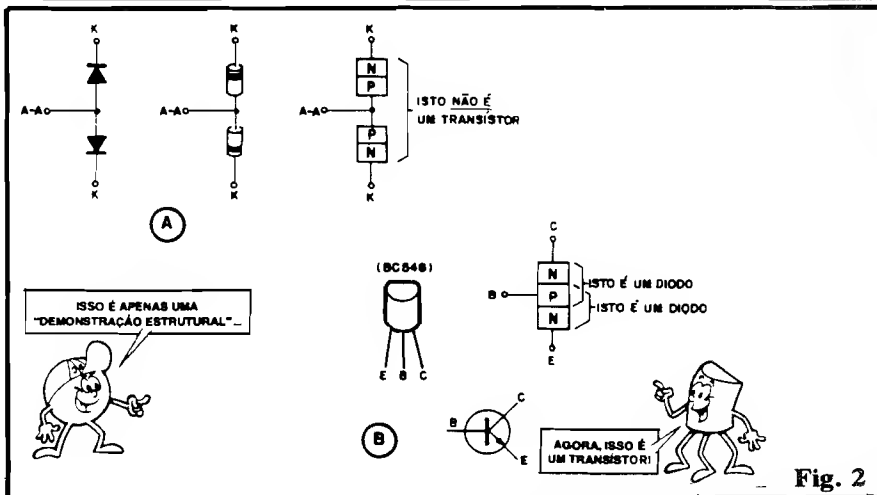

Fig. 2
lar comum, na forma de "dois diodos", obedece apenas uma visão das junções semicondutores "uma a uma", e **nunca** a uma interpretação **total** dos blocos semicondutores do transistor, trabalhando em conjunto. Na fig. 2-A temos o "truque" interpretativo da estrutura interna do transistor, na forma de dois diodos, porém "realmente feito" com DIODOS, "empilhados". Nessa configuração, o conjunto será **sempre**, nada mais do que **dois diodos**, funcionando eletricamente como tal, mesmo porque é fácil notar que são 4 os blocos semicondutores envolvidos, formando duas junções P-N completamente independentes... Já na fig. 2-B temos o transistor bipolar (aparência, símbolo e estrutura - válidos para um componente NPN...). Notar que o conjunto interno é formado agora por 3 (e não mais 4) blocos de material semicondutor, estabelecendo, nas suas "confrontações", também **duas** junções PN, porém **não mais** "independentes" uma da outra, uma vez que o material P "central" é **comum**, serve aos dois "diodos" formados pela estrutura...! Além dessa diferença fundamental, não devemos esquecer que a "dopagem" dos materiais constituintes do COLETOR e EMISSOR (embora ambos do tipo N.
- 2 - Um “buzzer”, ou seja: um “apitador”, formado unicamente por um alto-falante e um relê comum, é a idéia mandada pelo Heitor Silva Filho, de Belo Horizonte - MG. O diagrama (fig. 2) mostra com clareza a extrema simplicidade da “coisa”, com o alto-falante (deve ser, segundo o Heitor, um para 5W, mínimos, impedância de 8 ohms ou mais...) de qualquer tamanho (os grandes dão um melhor rendimento) em série com a **bobina** do relê, e tudo isso em série, eletricamente, com a “chave” formada pelos terminais de utilização **Comum** (C) e **Normalmente Fechado** (NF) do dito relê. O autor diz que não fez experiências com outras tensões de alimentação (originalmente usou 6V, compatíveis com a bobina do relê indicado, G1RC1...), mas que provavelmente o sistema também funcionará com “voltagens” dife-